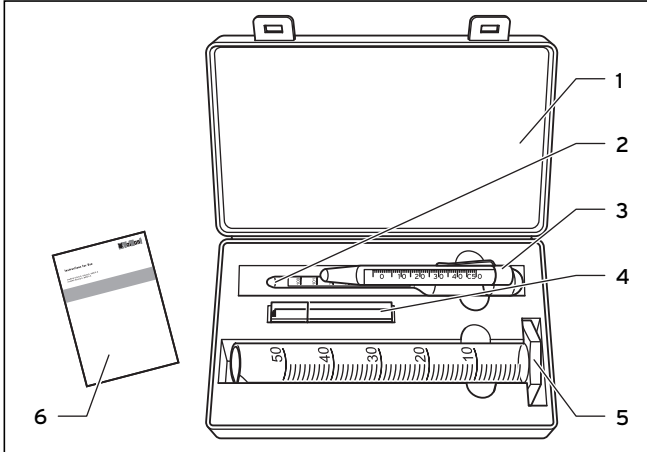

Abb. 3.1 Lieferumfang Frostschutzprüfer
- Füllen Sie an der Solarstation 50 ml Solarflüssigkeit aus der Solaranlage in den Standzylinder (1).
- Tauchen Sie das Thermometer (3 in Abb. 3.1) in die Solarflüssigkeit.
- Nehmen Sie jetzt das Aräometer (2) aus dem Schutzbehälter und tauchen Sie es in die Solarflüssigkeit. Das Aräometer muss frei schwimmen.
- Lesen Sie die Dichte der Solarflüssigkeit (4) von der Skala des Aräometers auf der Höhe des Flüssigkeitsspiegels (3) ab.